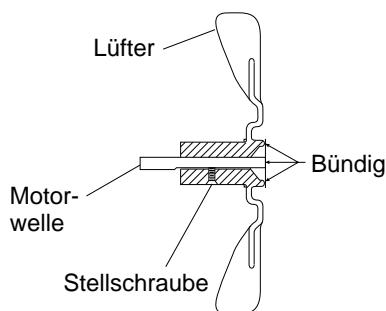

Abbildung 28 - Lüfterquerschnitt
6. Den Lüfter wieder auf der Motorwelle anbringen. Die Lüfternabe bündig mit dem Ende der Motorwelle plazieren (siehe Abbildung 28).